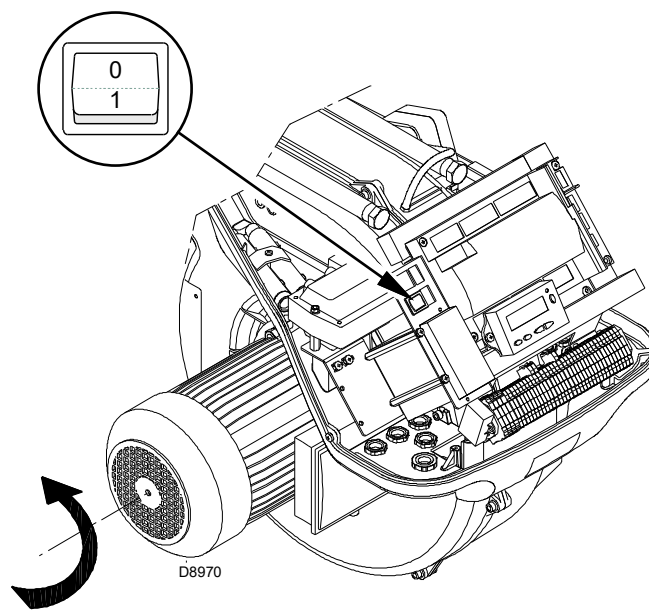

Fig. 28
Fermer les thermostats/presostats et mettre l'interrupteur de la Fig. 28 en position "1".
Dès que le moteur démarre se positionner devant le ventilateur de refroidissement du moteur ventilateur et contrôler s'il tourne dans le sens contraire à celui des aiguilles d'une montre. Voir la Fig. 28. Si ce n'est pas le cas:
- mettre l'interrupteur de la Fig. 28 sur «0» et attendre que la boîte de contrôle réalise la phase d'extinction;
Le brûleur est en état d'attente de demande de chaleur ou le sélecteur «0-1» (Fig. 28 à la page 32) est sur la position «0».
PRÉCAUTION Avec le sélecteur «**0-1**» (Fig. 28 à la page 32) le brûleur ne s'arrête pas immédiatement, mais la phase d'extinction a lieu.